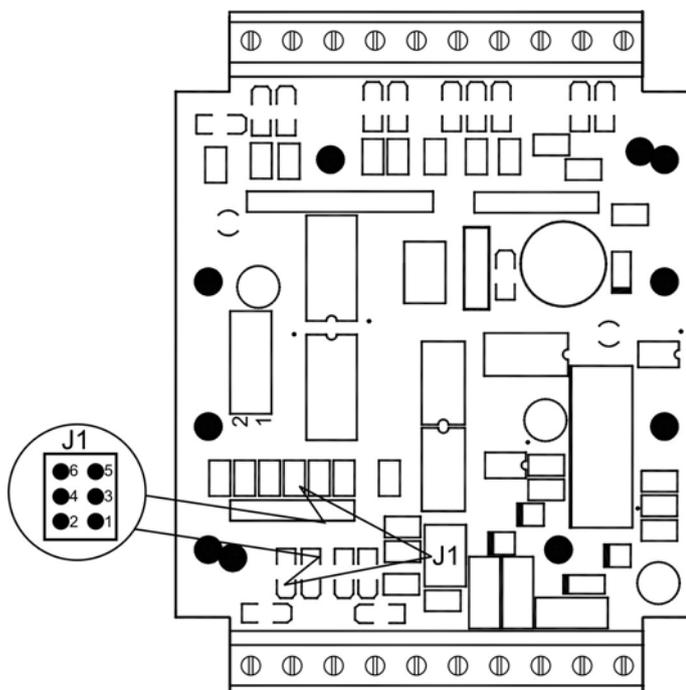

Рис. 18. Переключатель модулей S 7043/7050/7053.
- переключатель J1 определяет назначение контакта (рис. 18)